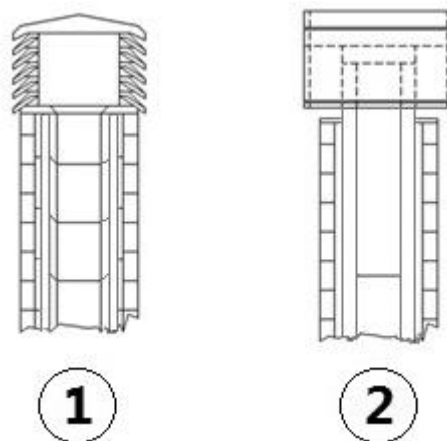

Fig. 5 - Schornstein mit Windschutz
- Es wird ein Schornstein mit Windschutz empfohlen, siehe **Fig. 5**.
- Externer Rauchabzug, nur aus isolierten Stahlrohren realisiert, d.h. mit Doppelwand mit min. $\varnothing 100/120$ mm: alles gut an der Wand verankert. Mit Windschutz-Schornstein (siehe **Fig. 5**).